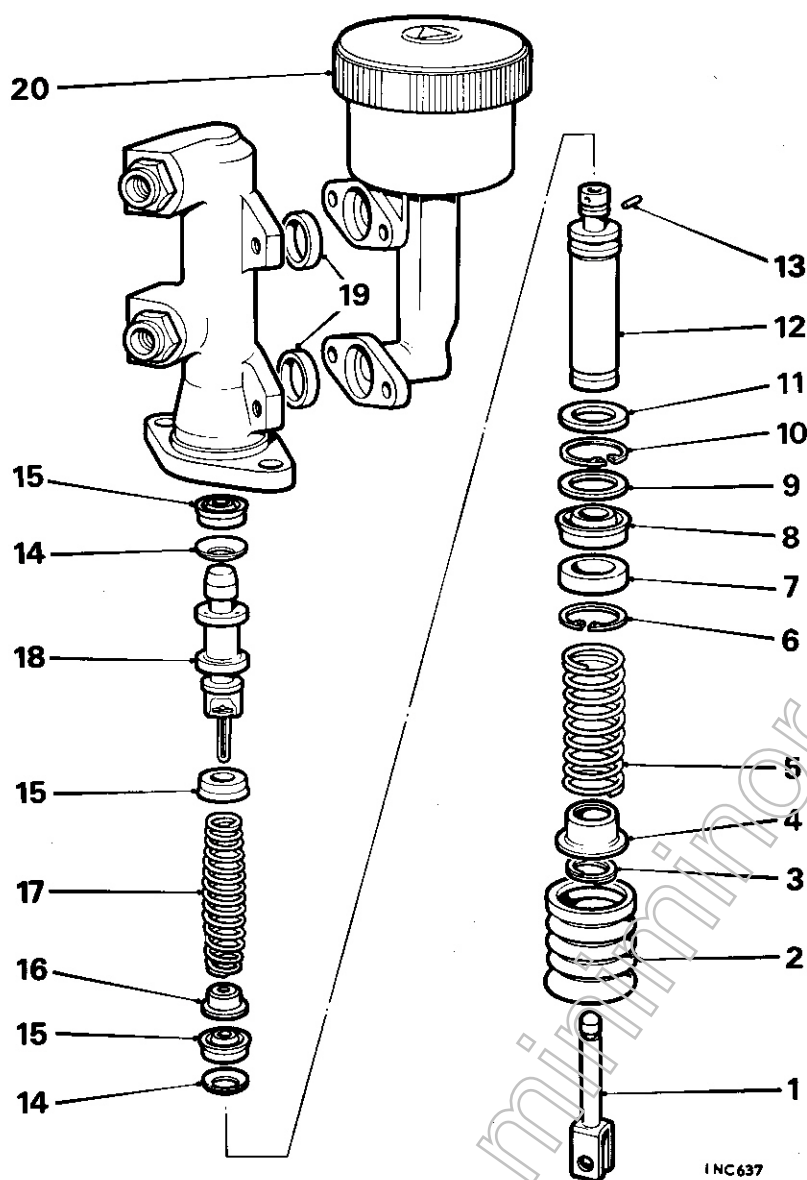

Fig. Mb.6
Con riferimento alla Figura Mb.6
- (20) Eseguire le operazioni della scomposizione nell'ordine inverso e:-
- (21) Sostituire tutte le guarnizioni di tenuta di gomma.
- (22) Immergere tutti i componenti interni in olio per freni, come al punto (26); ricomporli mentre sono ancora bagnati.
- (23) Collocare la rosetta (5) sulla testa dello stantuffino secondario con la faccia convessa in avanti; far passare la guarnizione secondaria per lo stantuffino ed appoggiarla con la faccia piana sulla rosetta (Fig. Mb.6).
- (24) Proseguire nella ricomposizione eseguendo nell'ordine inverso le operazioni (5) a (17). Sostituire le guarnizioni di rame dei raccordi e stringerli alla coppia data nelle CARATTERISTICHE PRINCIPALI.